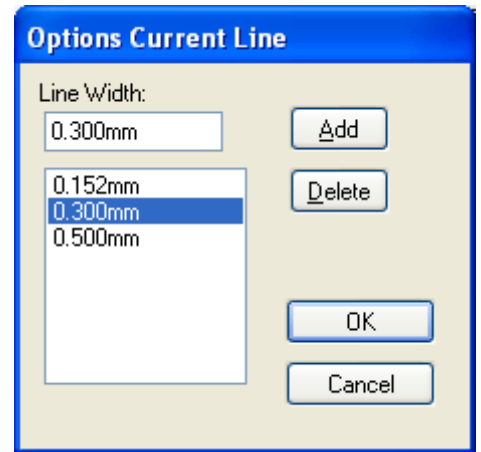

Рисунок 3.13 - Диалоговое окно **Options Current Line**
- Нажатием на кнопку **Line Width** открывается диалоговое окно **Options Current Line**, в котором можно задать необходимую ширину линий трассировки (рис. 3.13).